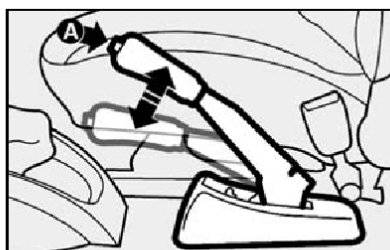

fig. 1
### FREIO DE MÃO fig. 1
1) Levantar levemente a alavanca e apertar o botão de desengate **A**-fig.1.